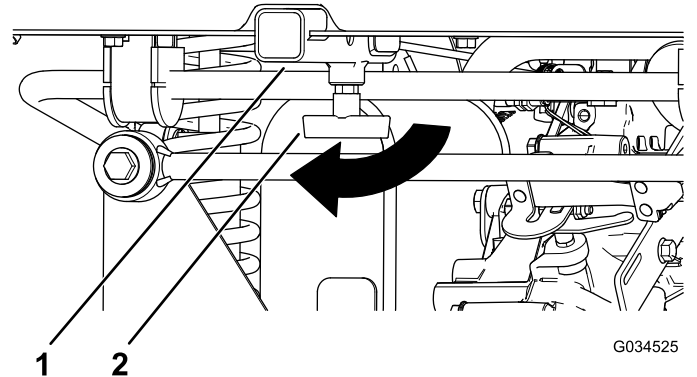

Figura 18
1. Afloje la maneta en T girándola en sentido horario (Figura 18).
2. Introduzca el accesorio en el receptor hasta que los taladros queden alineados (Figura 18).